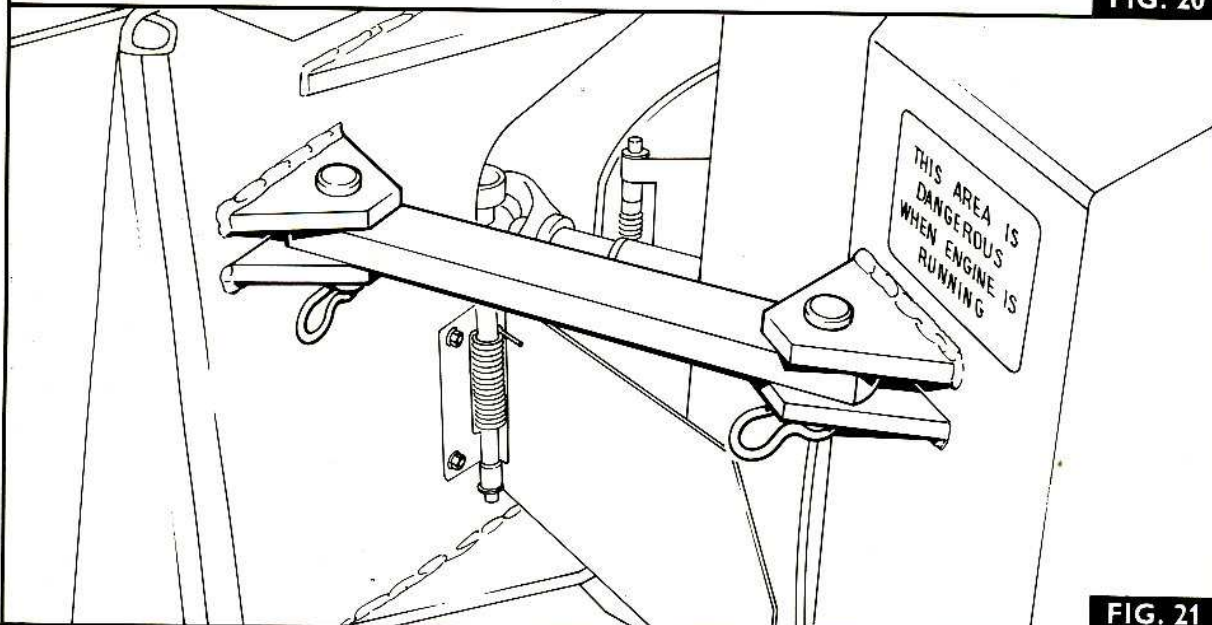
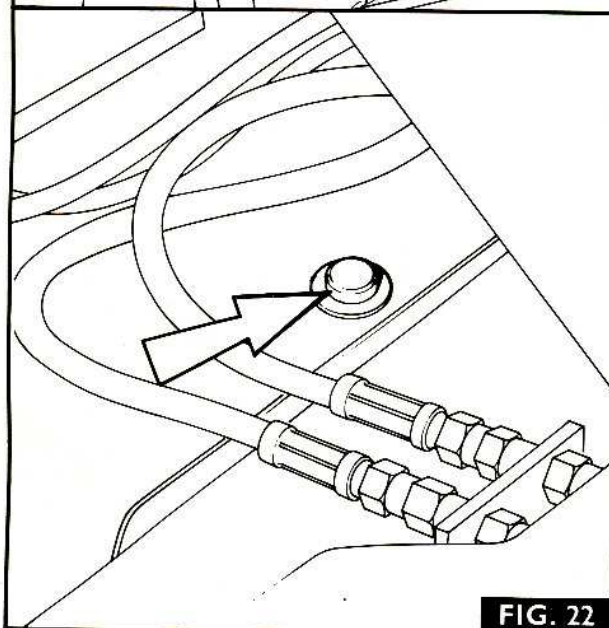

FIG. 21
FIG. 22
1. Fig. 21. Placer la barre de blocage comme indiqué pour éviter que le tracteur ne se replie.
2. Fig. 22. Poser un boulon adéquat de 5/8 in x 150mm (6in) dans le perçage au sommet du joint de pivot, comme indiqué pour éviter que le tracteur ne s'incline.
8. Déposer le boulon de blocage (Fig. 22) et la barre de blocage (Fig. 21).